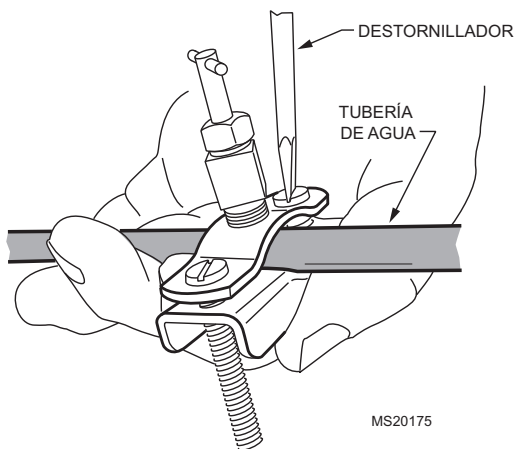

Fig. 8. Instalación de la válvula de asiento.
2. Utilice la válvula de asiento autopercutor que se incluye para insertar en la tubería de agua en la ubicación elegida. Consulte la Fig. 8. Si utiliza un tubo galvanizado, purgue la tubería y pretaladre 3/17 in (4.4 mm) para la válvula de asiento.